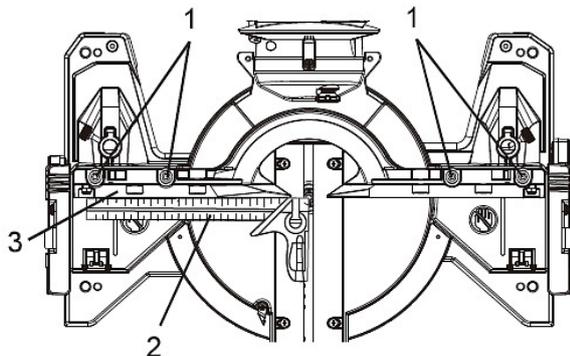

Abb. 22: Rechtwinkligkeit des Anschlags
### Einstellung der Rechtwinkligkeit des Anschlags (Abb. 22)
Schritt 2: Lösen Sie die vier Verriegelungsschrauben (1).
Schritt 4: Mit einem Kombiquadrat (2) die Ferse des Quadrats gegen das Sägeblatt und das Lineal gegen den Anschlag (3) legen, wie in Abb. 22 gezeigt.